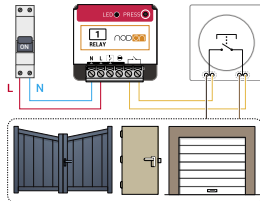

Figure 1
- Câblez le module multifonction, en parallèle du poussoir selon le schéma figure 1.